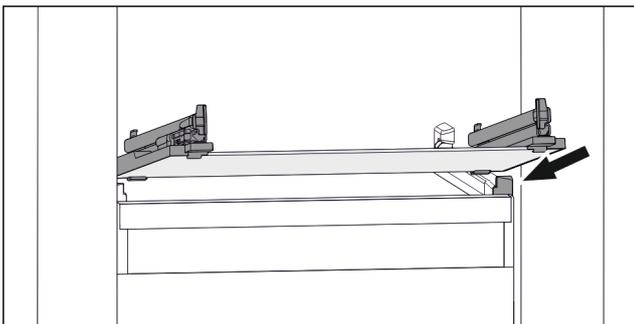

Fig. 167 Exemple de représentation de la tablette en verre
- Placer la tablette en verre, en l'inclinant, derrière les butées. (voir Fig. 167)